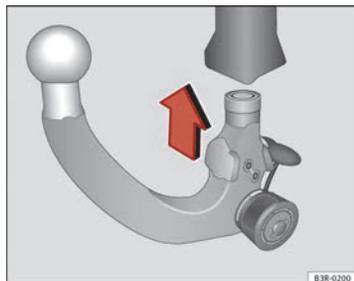

Abb. 159 Abnehmbare Anhängervorrichtung: Kugelstange einsetzen
- Führen Sie die vorgespannte Kugelstange in den Aufnahmebolzen ein und drücken Sie sie in Pfeilrichtung ⇒ Abb. 159 nach oben ⇒ Δ. Der Verriegelungsvorgang erfolgt automatisch. Dabei muss ein deutliches Einrastgeräusch hörbar sein.